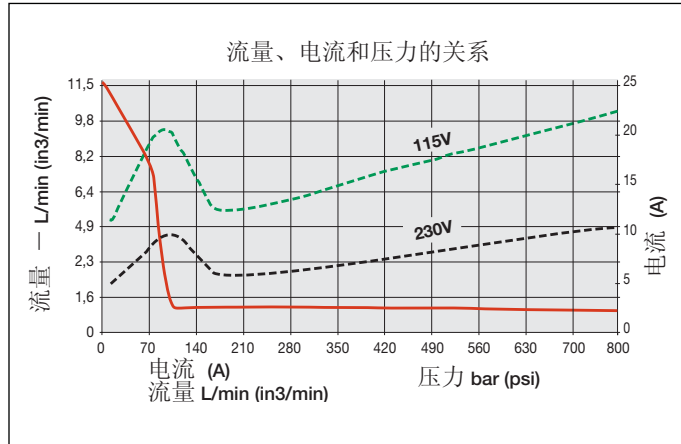

图 1 - 流量图
3.2 流量图 (见图 1)
1. 由客户提供断线和线路保护。线路保护应为在最高使用压力下电机满负荷电流的 115% (见图 1)。
1.27*	11.2 (700)	8.56 (535)	1.216 (76)	0.96 (60)	115-1-50/60 230-1-50/60	85-90	1,400-10,000 for "Q" version 1,400-11,600 for "E" version
*Actual power consumption depends on the application. See Figure 1.